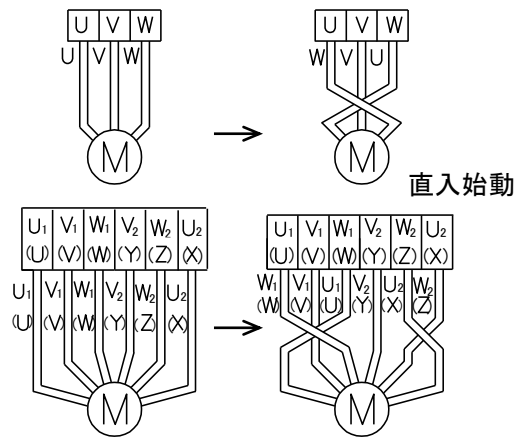

図 9
- (3) 始動に異常が無ければポンプの回転方向の確認をしてください。ポンプの性能は、右図のように締切圧力が高く電流値の小さい方が正回転です。逆回転の場合には締切圧力が低いばかりでなく、スルース弁を徐々に開けていくと急激な電流上昇を生じます。逆回転の場合には図 9 に示す通り結線替えを行って正回転としてください。直入始動の場合は三相のうち二相を入れ替えてください。